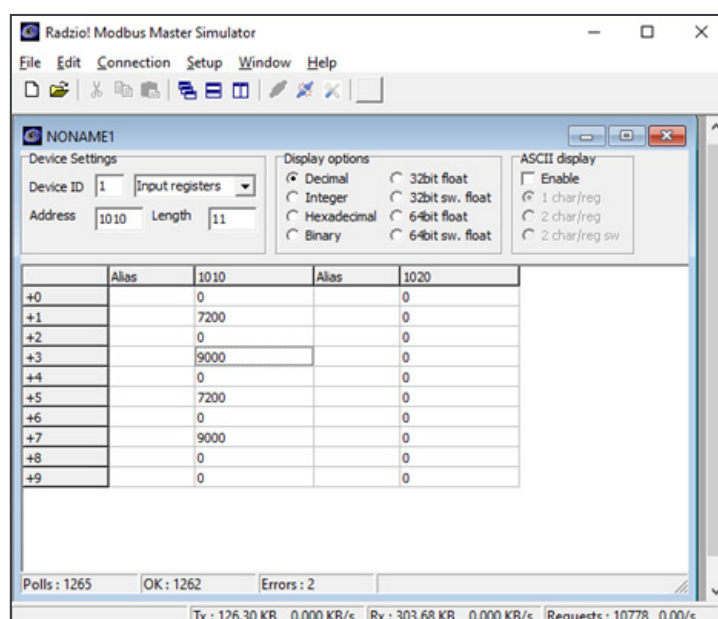

Abbildung 8: Modbus Beispiel
9. Greifen Sie auf die gewünschten Adressen auf dem Modbus-Blatt in Radzio (Abb. 8) zu, wie im Modbus-Dokument (Abb. 9) beschrieben.